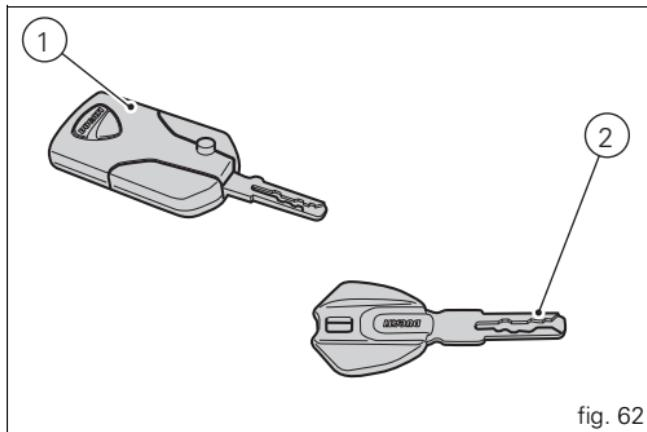

fig. 62
### Llaves (fig. 62)
- N° 1 Llave activa (1, fig. 62).
- N° 1 Llave pasiva (2, fig. 62).
Se recomienda no viajar con la llave (1 o 2, fig. 62) introducida en la cerradura de la tapa del depósito o del asiento, dado que podría salirse y constituir un peligro potencial. Además, si es golpeada, podrían dañarse tanto la llave como el circuito integrado a la misma.